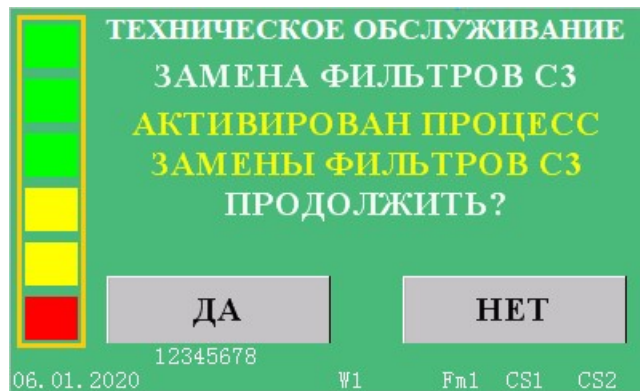
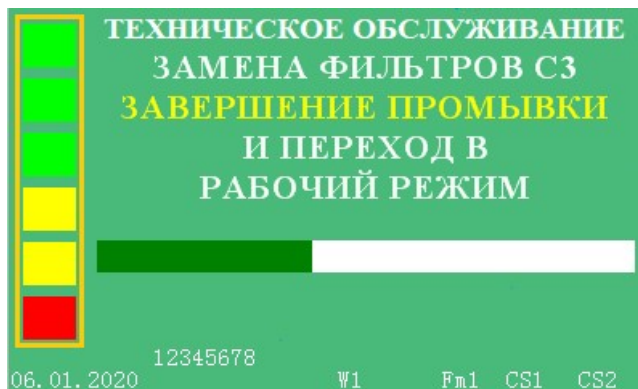

Рис. 2
Рис.16
- 5) после выполнения этих операций аппарат перейдет в режим замены фильтров С3 и на мониторе откроется соответствующее окно (рис.2).
2.1. Для выполнения операции по замене фильтров С3 необходимо нажать кнопку «ДА» (рис. 2).
2.2. При нажатии на кнопку «НЕТ» (рис.2) процесс замены фильтров С3 будет прерван и программа перейдет к процессу корректного завершения ТО фильтров С3 (рис. 16).
На этом этапе целевое значение количества воды для промывки равно 40 литрам. После достижения этого значения насос Р2 отключится, промывка прекратится и аппарат начнет завершение промывки и переход в рабочий режим (рис.16).